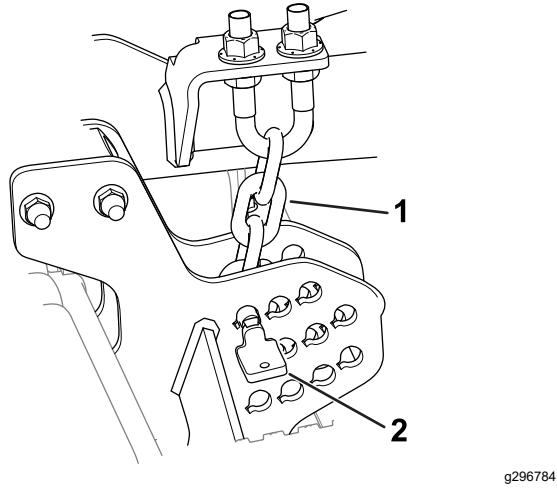

図 10
1. 刈高チェーンをカッティングユニット後部に固定しているピンを外す図10。
- ピンは、刈高チェーンの一番下の輪に通すこと。チェーン図10はねじらないこと。